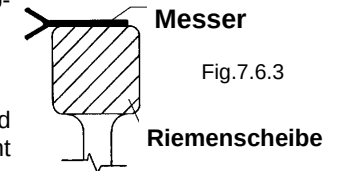

Fig.7.6.3
- Das Messer muss sich an die Riemenscheiben schmiegen, der schneidende Abschnitt bleibt aber frei, er muss herausragen. Siehe Abb. 7.6.3.
- Die Schraube 3 im Gegenuhrzeigersinn lockern, die Unterlegscheibe für Scheibenblockierung 4 abnehmen, mit beiden Händen die Scheibe erfassen und herausziehen (Abb. 7.6.3). Diese mit mildem Reinigungsmittel (pH 7) und Schwamm reinigen.
7.8. - Reinigung der Messerschaberdübel (Abb. 7.6.3)